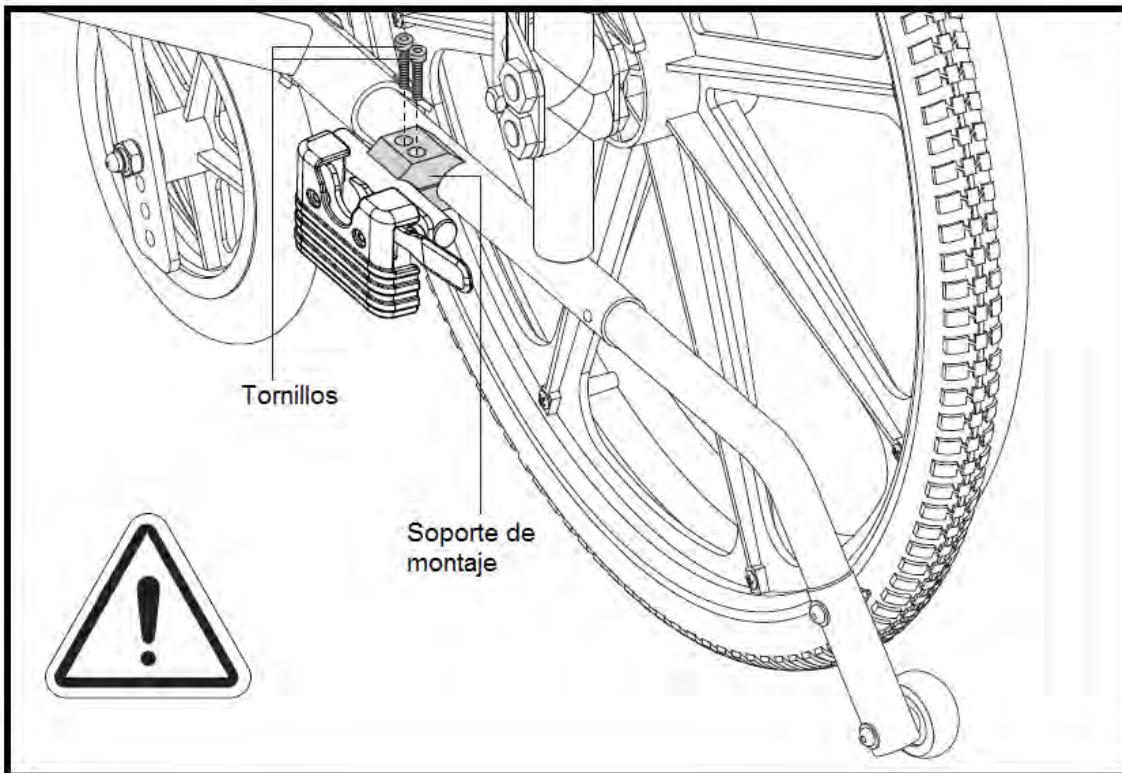

Figura 2: Instalación del soporte te montaje
2. Instale el soporte de montaje en la parte inferior de cada lado del marco de la silla de ruedas y apriete los accesorios metálicos. Mantenga los dos soportes de montaje en la misma posición axial en cada lado del marco. Véase la Figura 2.